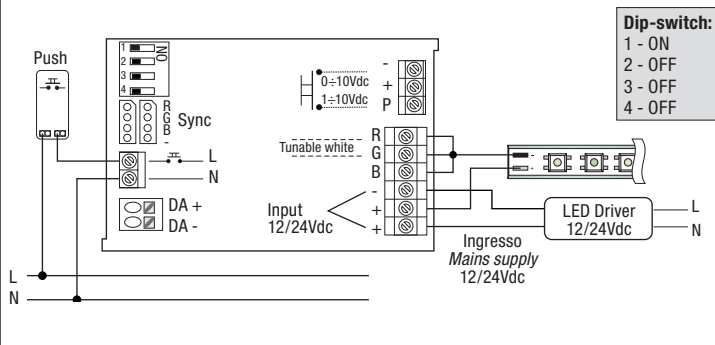

Fig. 11 - Comando con segnale 0-10Vdc - Signal 0-10Vdc control
- 3 - Señal 0÷10 Vcc (Fig. 11)